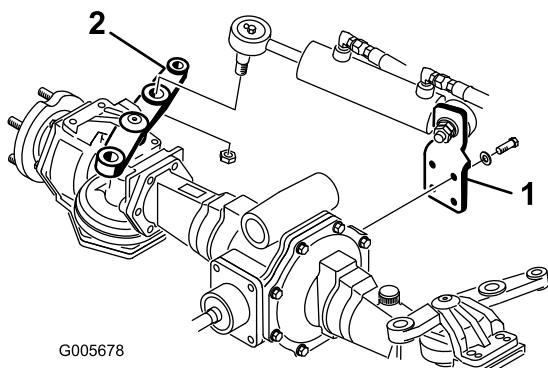

Bild 3
2. Befestigen Sie die Zylinderstützhalterung mit 4 Schrauben (M10 x 30) und Scheiben hinten an der Achse (Bild 3). Tragen Sie Loctite 242 oder ein Äquivalent auf und ziehen Sie die Schrauben auf 65 bis 81 Nm an.
4. Befestigen Sie das Kugelgelenk mit der Mutter am Lenkarm (Bild 3) und ziehen Sie es auf 95-122 Nm an. Setzen Sie den Splint ein.